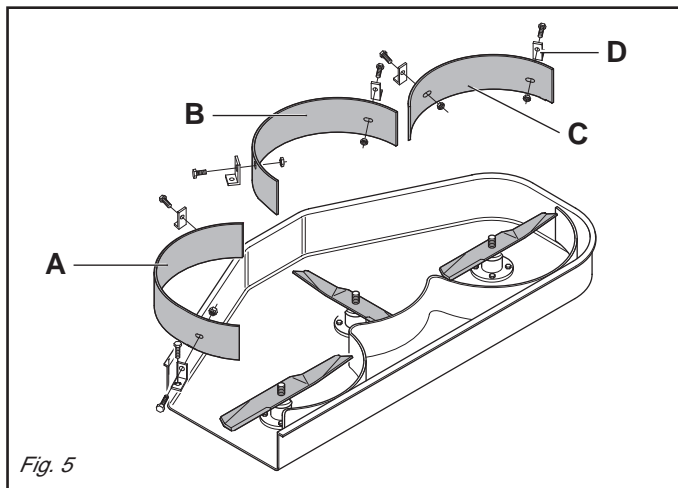
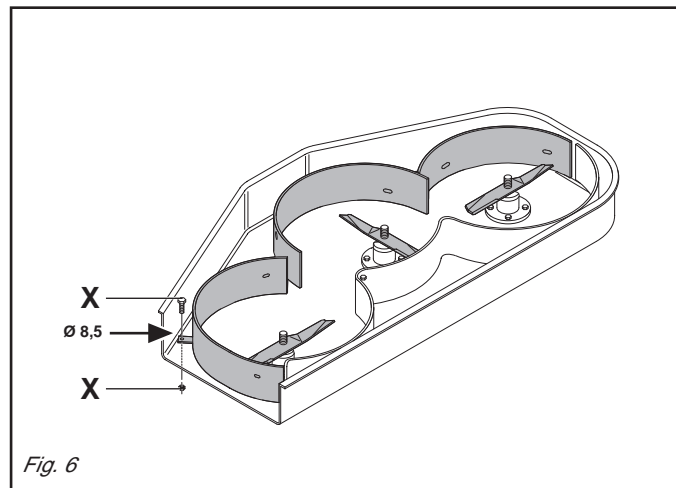

Fig. 5
Fig. 6
*Position the parts (A/B/C as in Fig. 5) and fix the brackets (D Fig. 5) to them using the screws supplied in the KIT.*
*Fit the resulting partitions inside the shell (Fig. 6), make sure that the blades are free to turn, then fix everything in place.*
Die Teile (A/B/C wie in Abb. 5) anordnen und die Bügel (D Abb. 5) mit den zum Bausatz gehörigen Schrauben daran befestigen. Die dadurch innerhalb des Gehäuses (Abb. 6) erhaltenen Wände positionieren und sicherstellen, dass die Messer sich frei bewegen können, um dann alles zu befestigen.
*Disposer les pièces (A/B/C comme illustré dans la Fig. 5) et fixer les plaques (D Fig. 5) à celles-ci avec les vis fournies dans le Kit.*
*Positionner les parois ainsi obtenues à l'intérieur de la coque (Fig. 6), s'assurer que les lames peuvent tourner librement et fixer le tout.*
Ubicar las piezas (A/B/C como se ve en la Fig. 5) y fijar los soportes (D Fig. 5) a las mismas con los tornillos presentes en el kit. Posicionar las paredes obtenidas de este modo dentro de la estructura (Fig. 6), cerciorarse que las cuchillas puedan girar libremente y fijar todo el grupo.